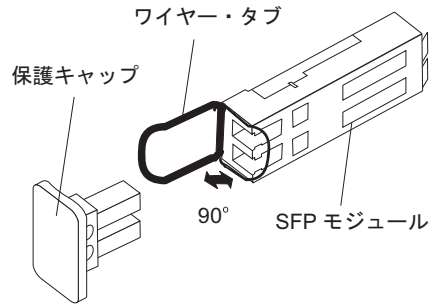

図 60. SFP モジュール・ラッチのアンロック - ワイヤー・タブの場合
- ワイヤー・タブが入っている SFP モジュールの場合は、95 ページの図 60 に示されているように、ワイヤー・ラッチを外側に 90° 引いて SFP モジュールのラッチをアンロックします。